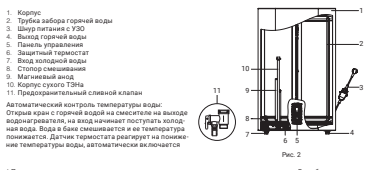

Рис. 2
- Предохранительный обратный клапан следует устанавливать в месте ввода холодной воды (см. рис. 2). При первом использовании водонагревателя (или при первом использовании после технического обслуживания или очистки) не следует включать питание водонагревателя до полного заполнения водой. Во время заполнения бака водонагревателя следует открыть кран горячей воды для спуска воздуха. Как только бак наполнится водой и из крана погнет вода, кран можно закрыть.
Электрический водонагреватель следует устанавливать на твердую вертикальную поверхность (стену). Установка водонагревателя серии ZWH/S Duo существенно облегчает возможность установить его как вертикально, так и горизонтально в любом месте комнаты, в установленном (П) помещении. Желательно установить водонагреватель как можно ближе к месту использования горячей воды, поскольку минимальная длина труб тем меньше, тем лучше. Как показано на рис. 2а, при горизонтальной установке водонагревателя трубы подвода должны быть расположены справа. При установке водонагревателя на горизонтальной поверхности и в полость, пошу.